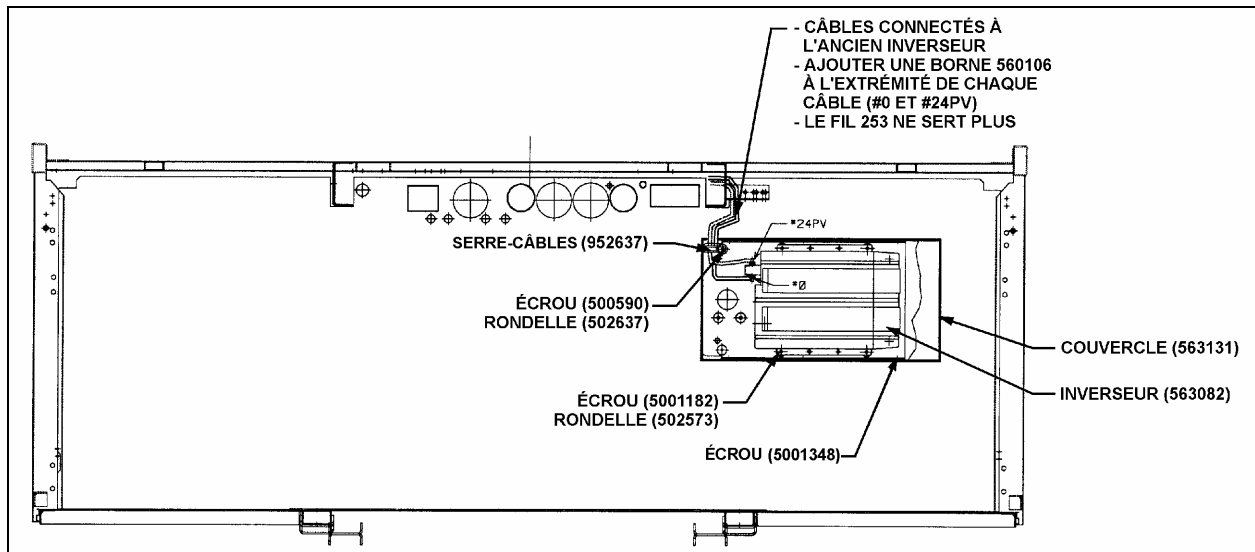

FIGURE 2
4. Ajouter une borne (560106) à l'extrémité des câbles #0 et #24PV et les fixer sur l'inverseur selon la figure 2. Couper le fil 253 et fixer les câbles à l'aide du serre-câbles (952637), du écrou à oreilles (5001348), d'une rondelle (502637) et d'un écrou (500590).